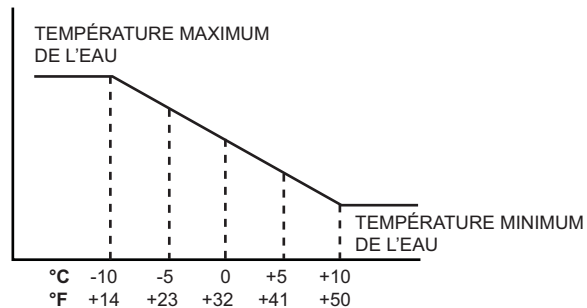

Fig. 5
- 8.6 Sur l'aquastat (identifié "**WATER TEMPERATURE**"), ajustez la température **maximum** de l'eau (1-10) requise pour le type d'installation. Voyez le Tableau 6 ci-dessous pour la température obtenue en fonction de la position du bouton. La température **minimum** de l'eau est ajustée automatiquement par la sonde extérieure en fonction de la température extérieure. Voyez le graphique de cette variation à la Fig 5.